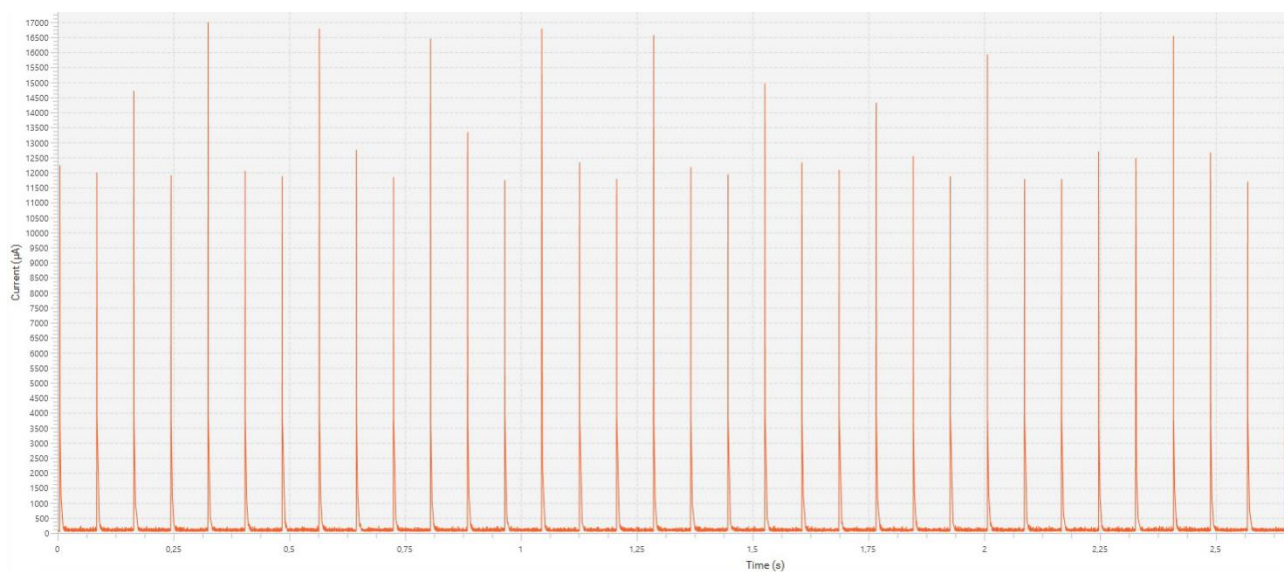
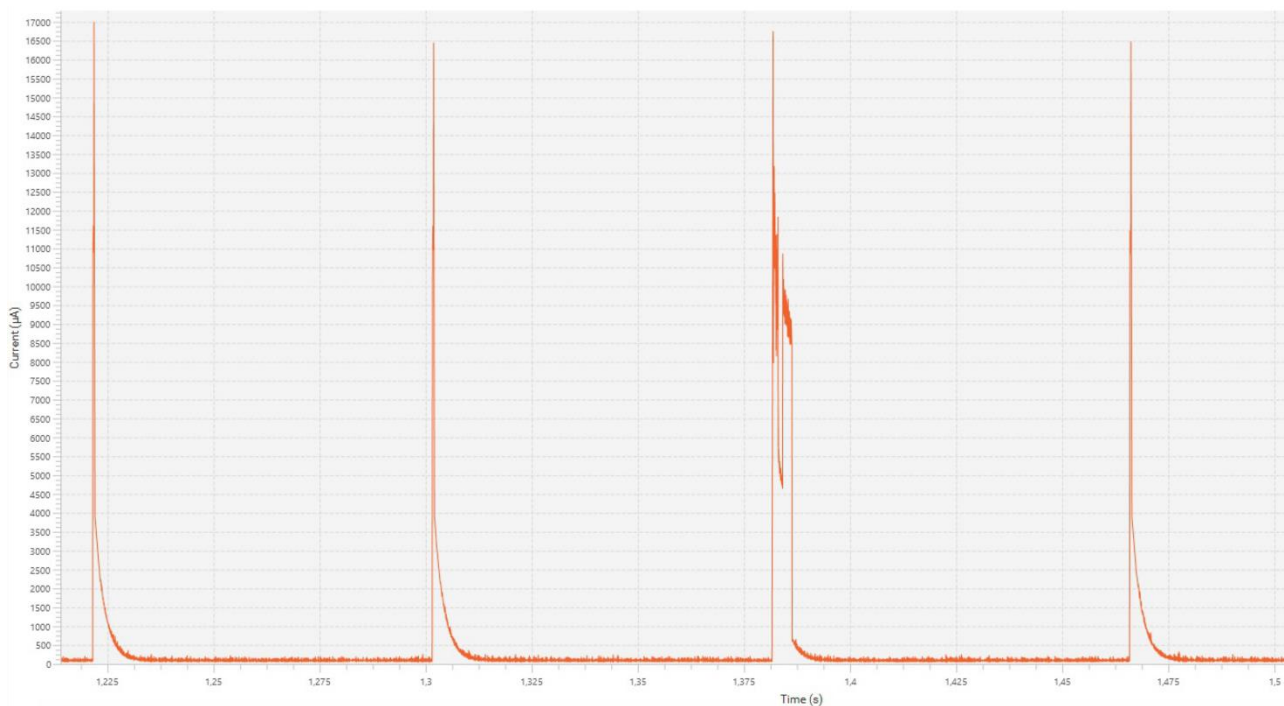
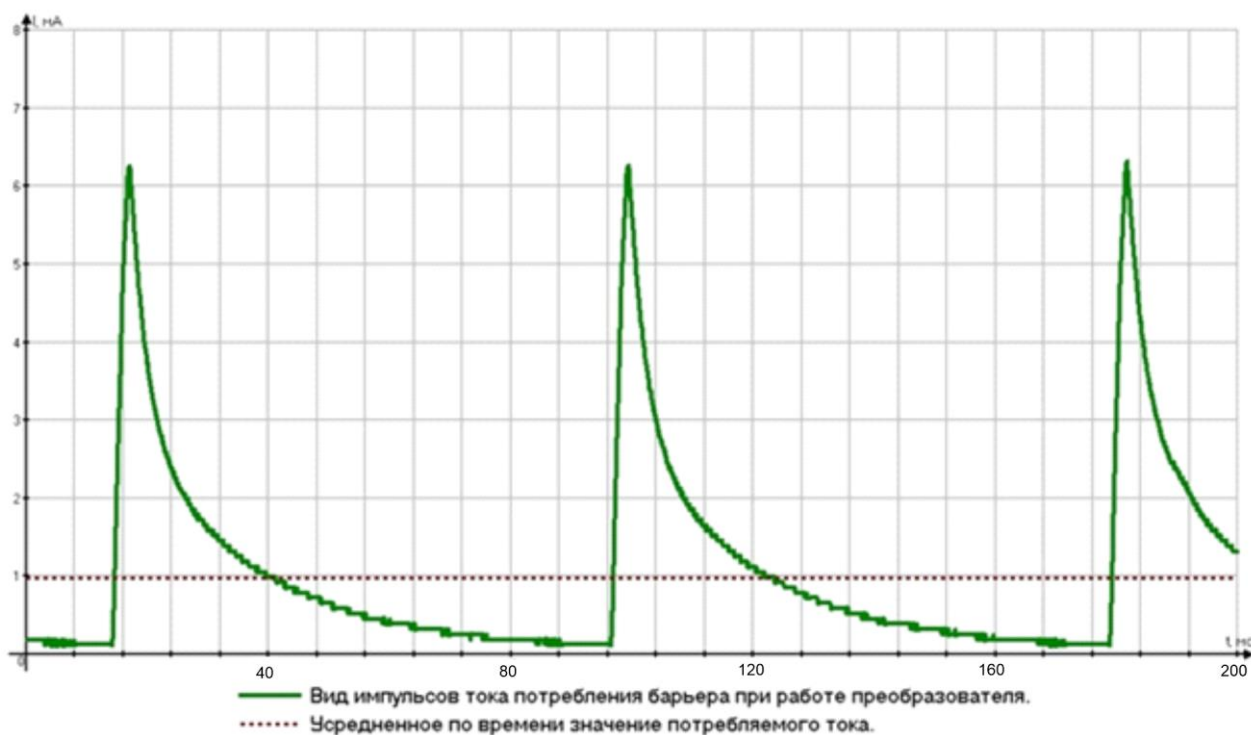
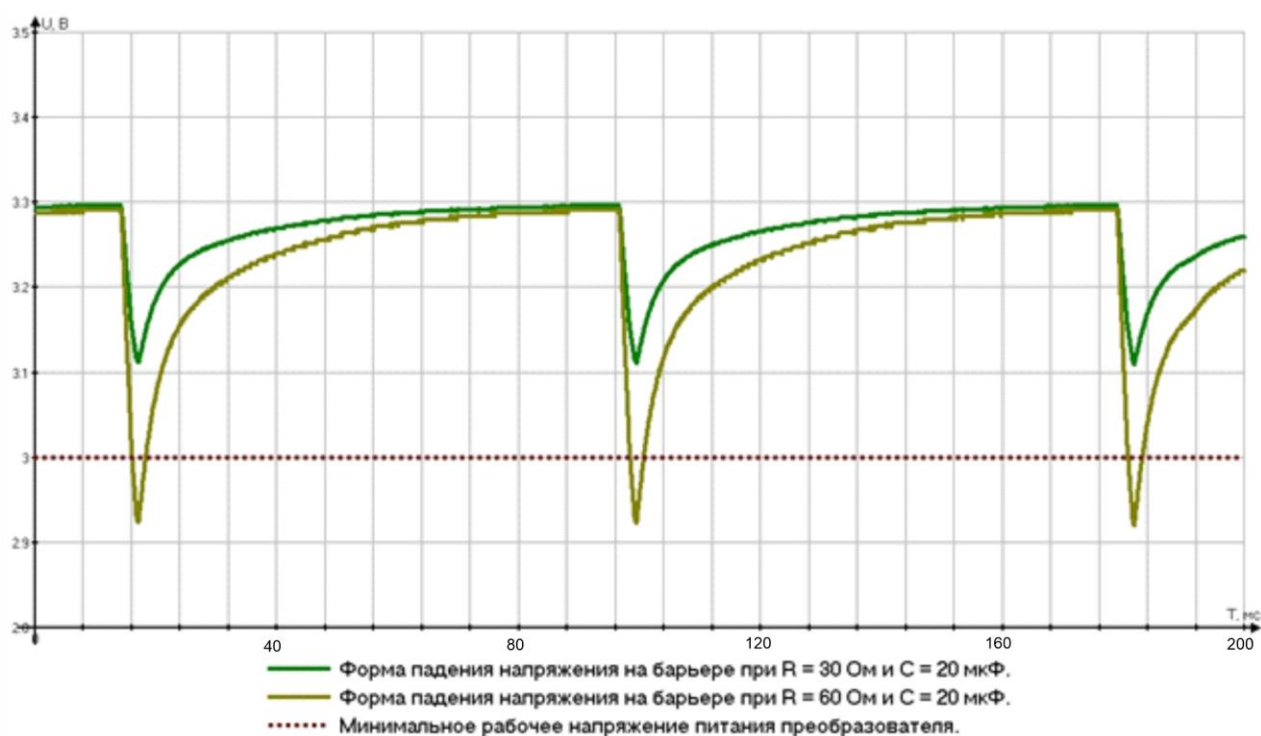

Рис. 2. Типичная диаграмма потребления тока датчика
Рис. 3. Типичная диаграмма потребления тока датчика при активном UART (команда <@>)
Рис. 4. Типичная диаграмма потребления тока датчика ($R = 30 \text{ Ом}$, $C = 20 \text{ мкФ}$, $U = 3.3 \text{ В}$)
Рис. 5. Типичная диаграмма падения напряжения при входном напряжении $U = 3.3 \text{ В}$
- Максимальный импульсный ток во время работы – 17 мА в течение 20 микросекунд (см. Рис. 2). При передаче данных через интерфейс UART среднее потребление – не более 330 мкА (см. Рис. 3). Потребление тока датчика, подключённого через барьер – см. Рис. 4 и Рис. 5.